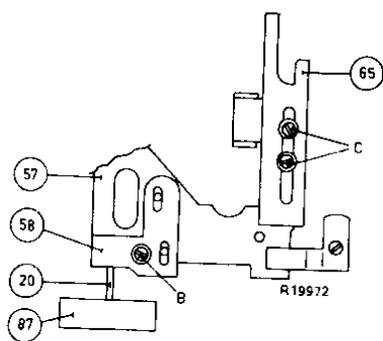

Fig. 13
2. Desserrer les vis B et C (fig. 13).